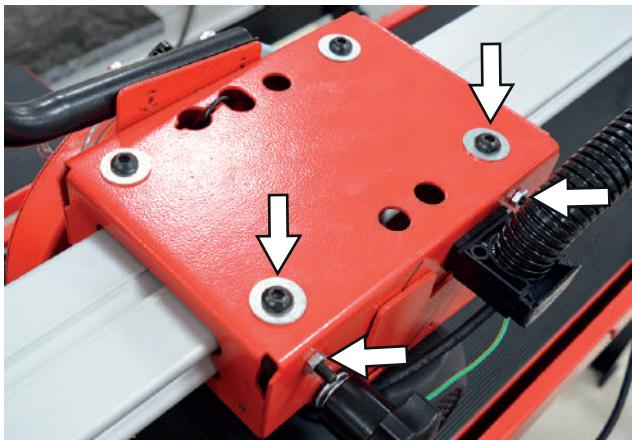

рис.4
3. Для устранения люфта режущей каретки расслабьте 2 верхних винта (рис.4). С помощью двух боковых упорных винтов устранитите люфт и затяните верхние винты. Не затягивайте каретку слишком сильно, это приведет к плохому скольжению каретки по направляющей и к повышенному износу роликов.